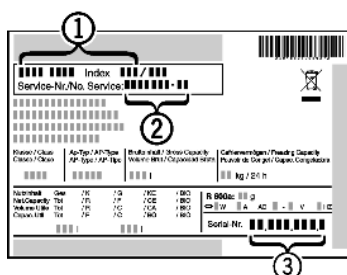

Fig. 10
► Relever la désignation de l'appareil *Fig. 10 (1)*, le n° de service *Fig. 10 (2)* et le n° de série *Fig. 10 (3)* sur la plaque signalétique. Cette plaque se trouve sur la paroi intérieure gauche de l'appareil.
- Informer le S.A.V. et lui communiquer la panne, la désignation de l'appareil *Fig. 10 (1)*, le n° de service *Fig. 10 (2)* et le n° de série *Fig. 10 (3)*.